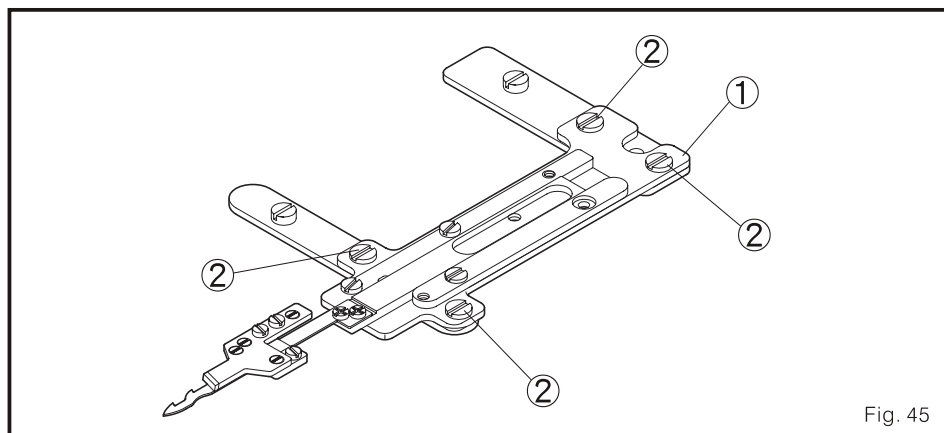

Fig. 45
(2) enquanto é ajustado, por favor, solte um pouco os quatro parafusos 2 do apoio para o refilador inferior 1. Mova o sustã 1 até trás e avança até adquirir o previamente mencionado dentro (1). Finalmente, ajuste firmemente o parafuso 2. (Fig. 45)